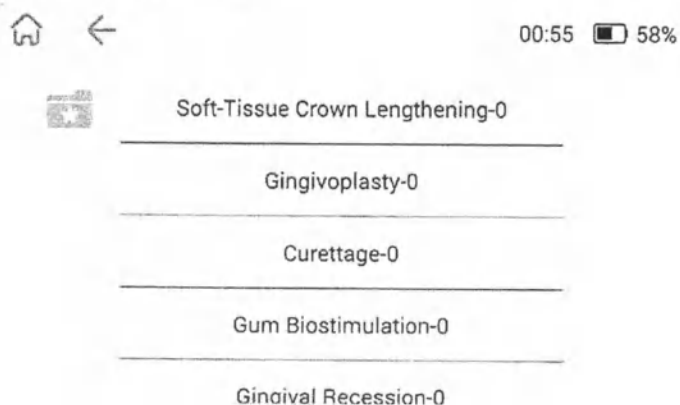

Рис.5.1. Интерфейс сохраненных протоколов
- 5.1 В основном интерфейсе войдите в «Favorites» (Избранное), чтобы просмотреть сохраненные протоколы (Рис. 5.1), и нажмите и удерживайте кнопку, чтобы удалить сохраненные протоколы;